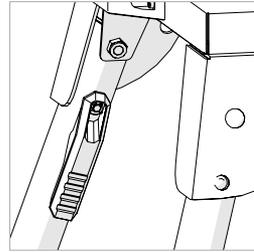

Fig. 1
- Apriete la palanca de bloqueo/desbloqueo (**Fig.1**) hacia la pata para liberarla de la posición de almacenamiento.
- Repítalo hasta que se hayan desplegado las cuatro (4) patas.